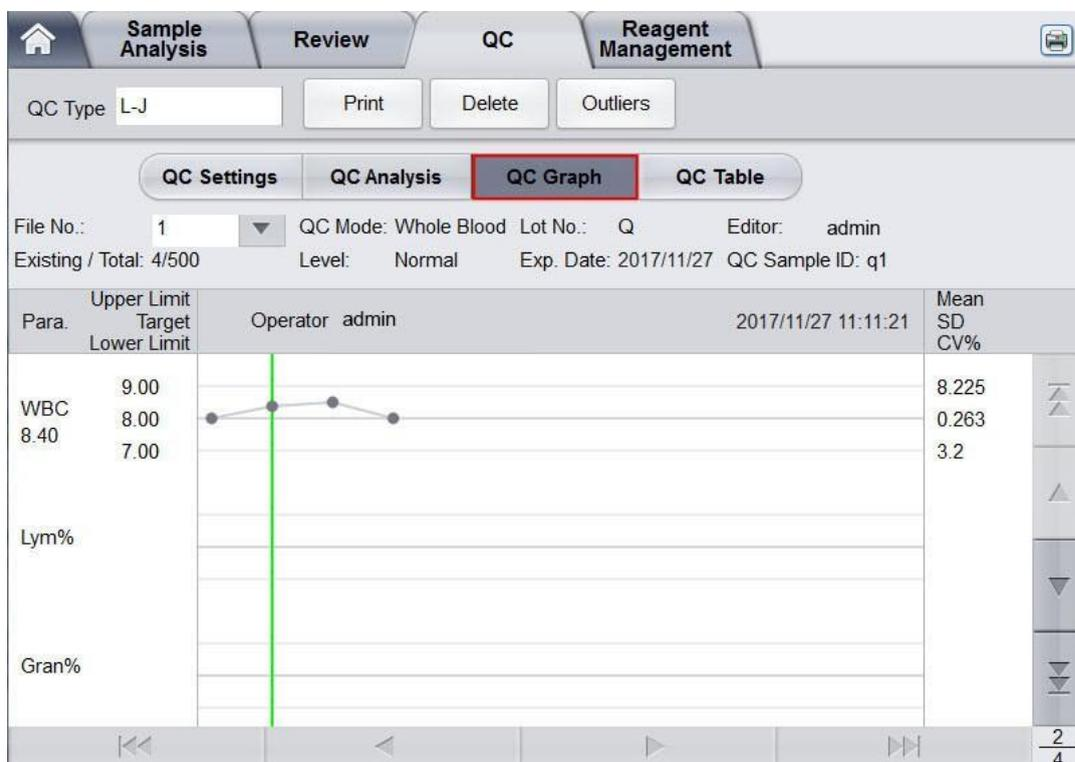

Рис. 9-8 Интерфейс графиков Леви-Дженнинга
2. Нажмите **QC Graph** (График КК) для входа в интерфейс графиков, показанный на Рис. 9-8: